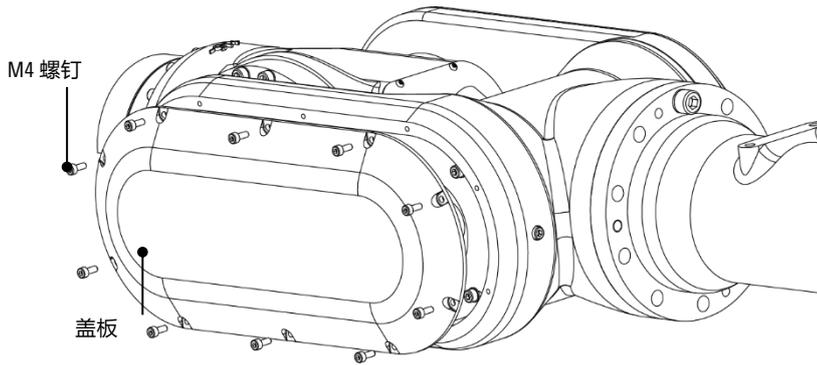

图 10-13 拆卸盖板
- 步骤3. 拆卸左侧操作机盖板, 采用内六角扳手拆卸 8 颗 M4 螺钉, 如图 10-13 所示。